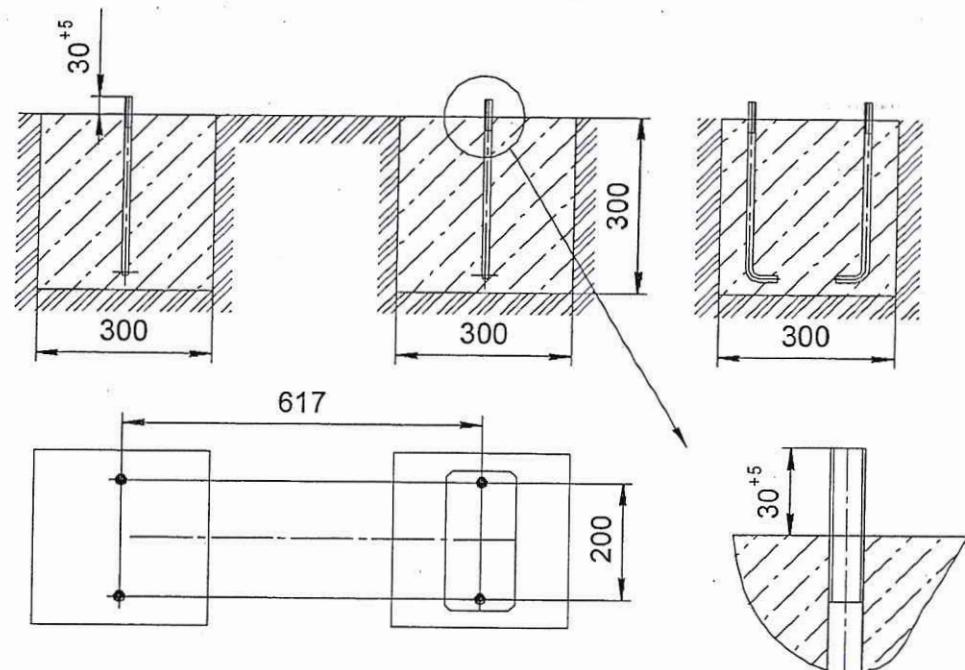

Рис.2
• Установить в приямки болты анкерные (поз.50) по размерам на рис.2. Произвести заливку приямков бетоном. Поверхность бетона выровнять горизонтально по уровню.